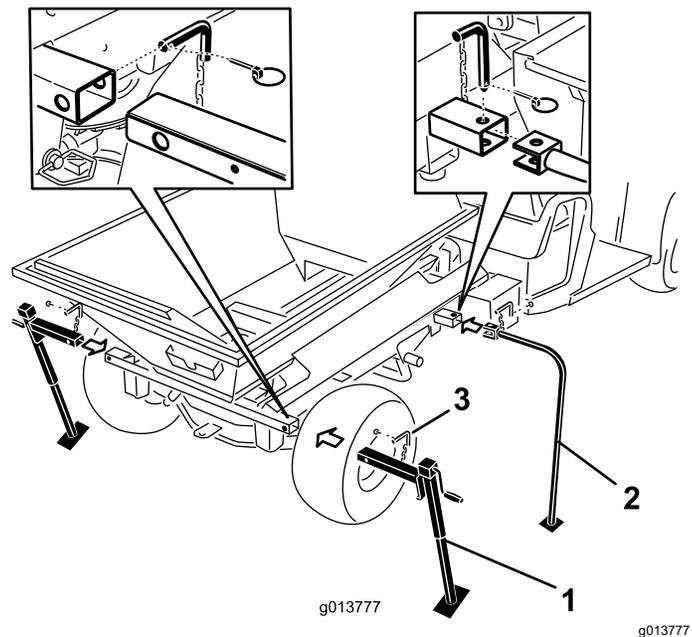

图 52
7. 将前存放支柱和后支架千斤顶插入机器管中并用锁定销进行固定图 52。